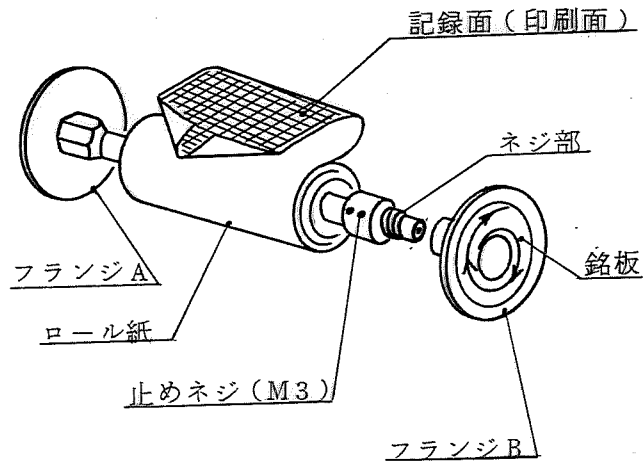

図 2-2
- 3) 図 2-2の様にストックローラに記録紙をいれて下さい。入れたフランジ(B)を回して充分締め付けて下さい。
- 4) 次にフランジB が紙送り切換スイッチ⑩側になる様にし、ストックローラ軸が本体両側のボールでしっかり固定されるまで強く押し込んで下さい。
- 5) 記録紙の先端を図 2-2の様に三角に切るか、折り曲げると記録紙が通しやすくなります。